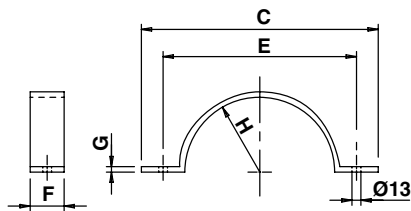

Abb.2 - Gegenklammer
- Das Tanksystem kann ohne Beeinträchtigung der Funktion in jeder beliebigen Einbaulage montiert werden. Für die angebotenen Standard-Montageklammern für den Tank ist der Zusatz MB an die Artikel-Nr. hinzuzufügen (siehe Abb. 2 und 3).